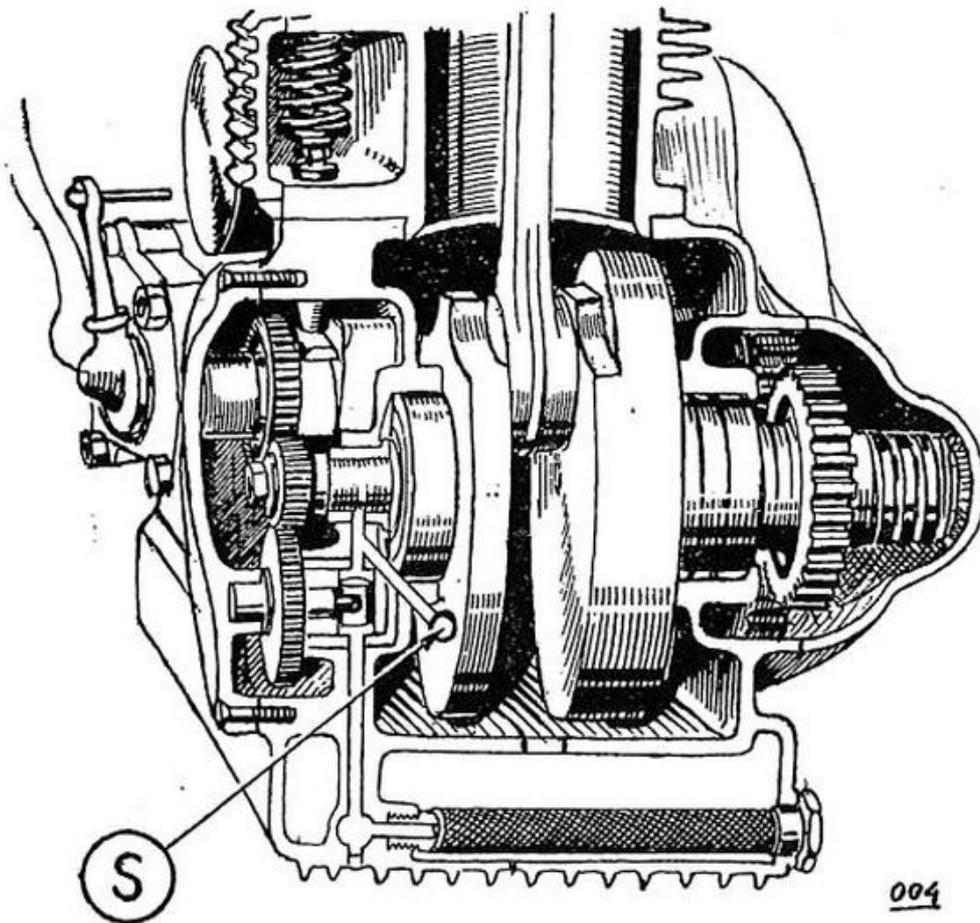

Fig. 9 - Schema del circuito di lubrificazione
Sul condotto di mandata della pompa esiste una derivazione, schematicamente disegnata sulla fig. 9, la quale sbocca sulla parete anteriore del basamento, ed è chiusa da una vite (S). Togliendo la vite di chiusura e facendo girare il motore col pedale di avviamento, si può, in caso di dubbio, assicurarsi che la pompa funziona: ogni due giri circa di motore deve uscire una grossa goccia di olio.